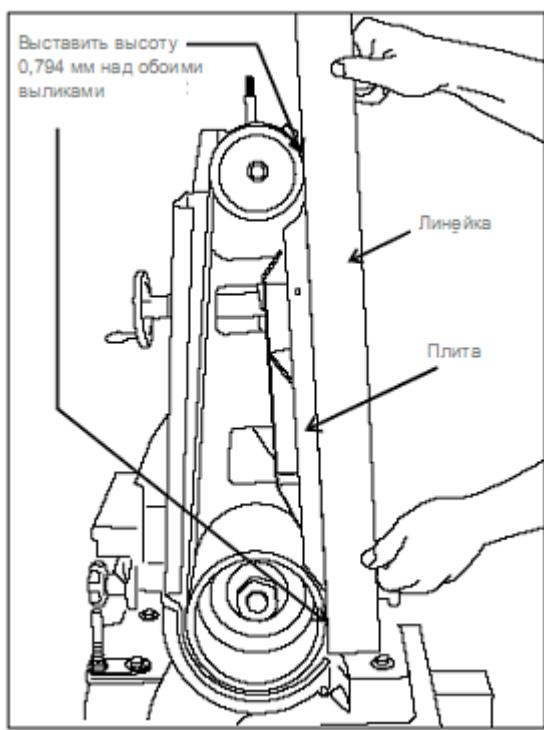

Рис. 22: Метод регулировки высоты пластины над валиками.
6. С помощью линейки, как показано на Рис. 22, выставить высоту плиты на $1/32''$ выше, чем края обоих валиков.